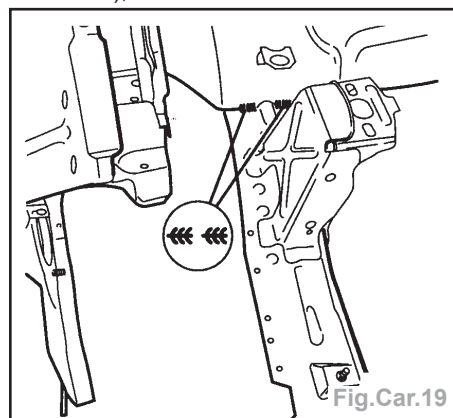

Fig.Car.19
- le longeron sur le tablier en cordon discontinu sous gaz de protection (Fig. Car.19),